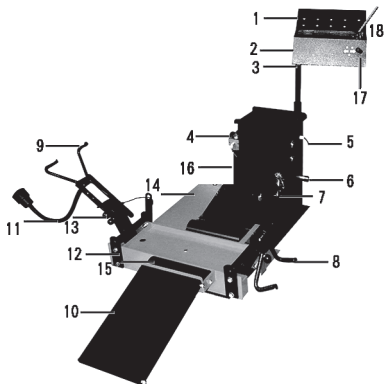

Рисунок 2 – Устройство изделия
Установите перфорированную полку (1, рис.2) на заднюю стенку пульта управления (2).
4. Для этого выньте ось захвата (13, рис. 2) и зацепите захват за борт шины.
5. Зафиксируйте захват с помощью оси за кронштейн (12).
6. С помощью переключателя (18) поднимите каретку рабочего стола борторасширителя на необходимую высоту.
7. Разожмите переключателем (17) борта шины до необходимой ширины. Если в процессе борт шины сорвется с захвата, то переставьте ось захвата на одно отверстие выше.